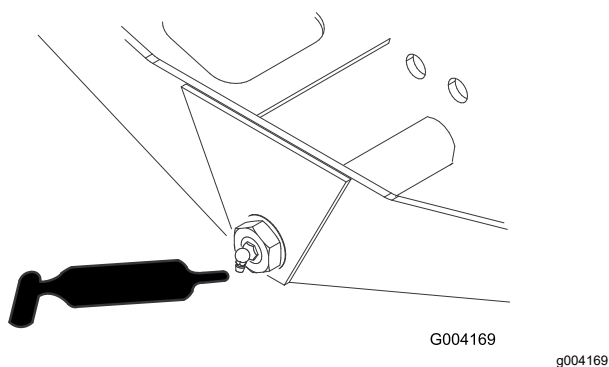

Bild 111
- Achsenlenkzapfen (1) (Bild 111)